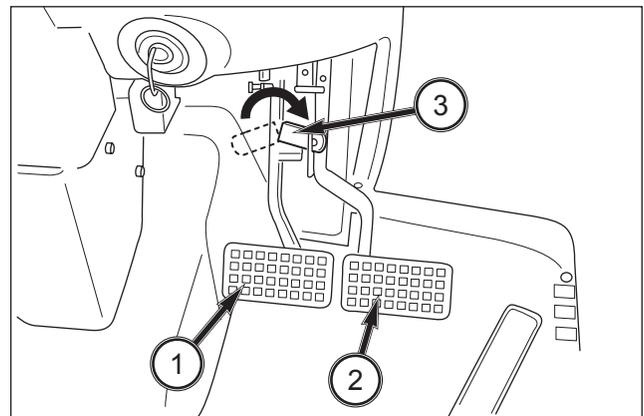

FIG. 54
**FIG. 54 :** La pédale de frein intérieure (1) et la pédale de frein extérieure (2) commandent indépendamment les freins des roues de gauche et de droite respectivement, pour faciliter les virages.